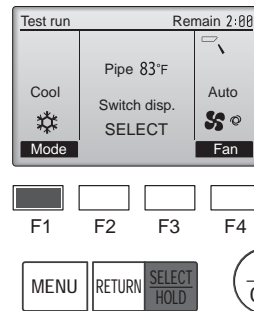

Fig. 7-6
- 1 Pulse el botón [F1] para recorrer los modos de funcionamiento, siguiendo el orden de "Cool" (Frio) y "Heat" (Calor). (Fig. 7-6)